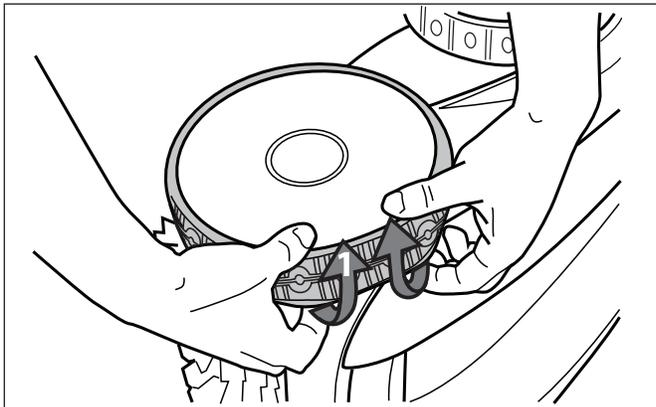

Figure 33. Dégagement du pneu usé de la roue
1. Tirez sur l'intérieur du pneu usé pour dégager le pourtour du pneu de la roue (Figure 33).